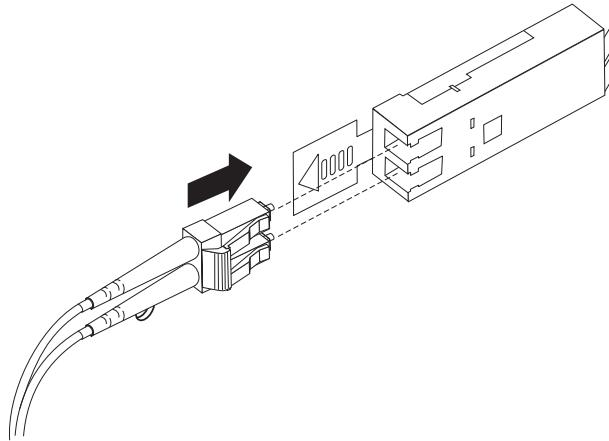

图 22. 将 LC-LC 光纤通道电缆插入到 SFP 模块中
4. 小心地将 LC-LC 电缆的这一端插入已安装在 EXP520 中的 SFP 模块中。电缆接头是有槽口的，可确保它正确插入到 SFP 模块中。如图 22 中所示，拿起接头，将其推入电缆直到其咔嗒一声锁定到位。